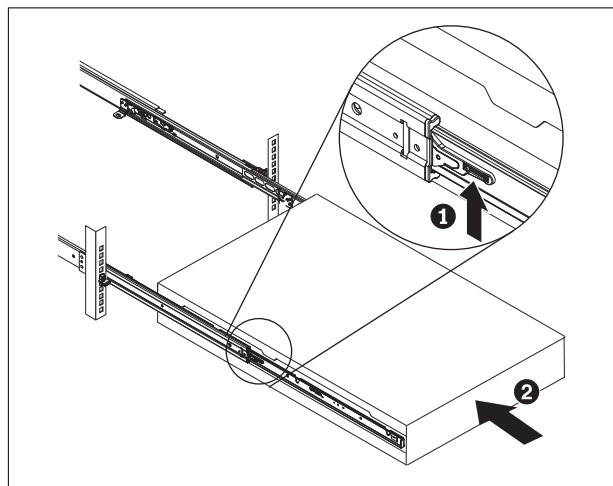

図 11. アプライアンスをラックにスライドさせて入れる
6. 21 ページの図 11 に示されているように、アプライアンスをラックにスライドさせて入れます。